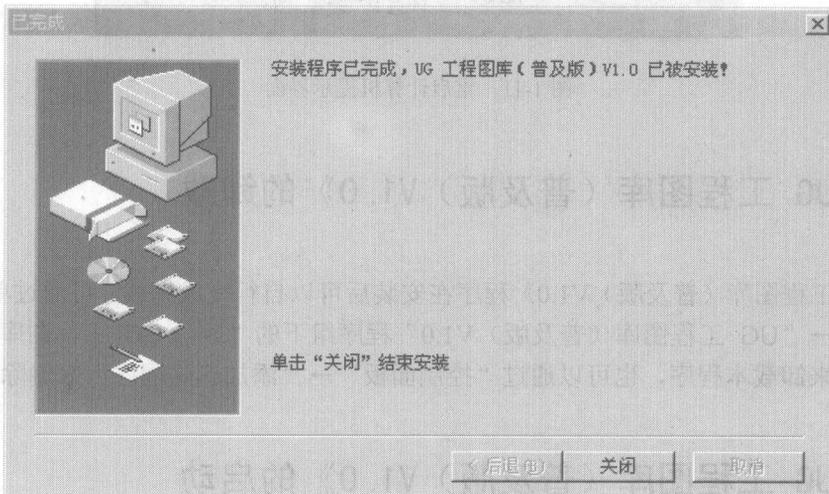

图 1-9 “已完成”界面
(8) 安装完成后，屏幕上出现安装已完成界面，如图 1-9 所示。单击“关闭”按钮，完成整个安装过程。